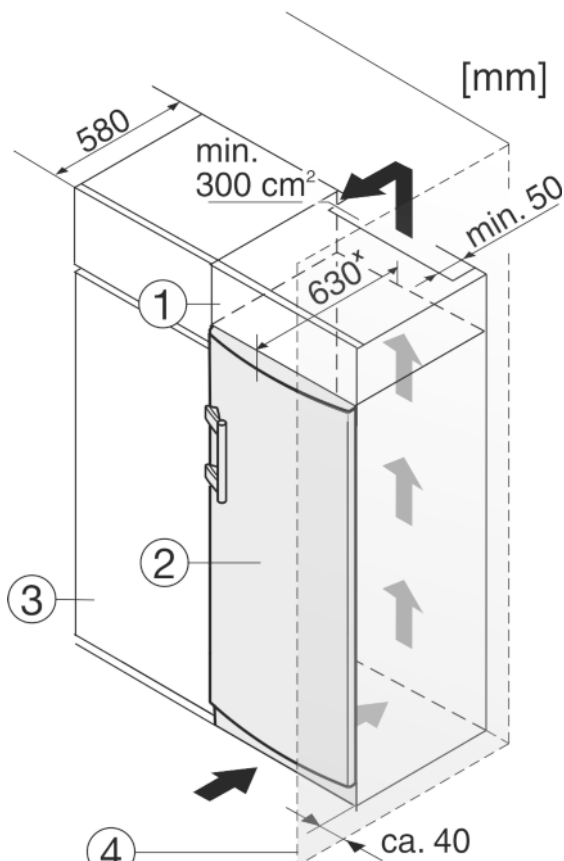

Fig. 10
- (1) Opbouwkast
- (2) Apparaat
- (3) Keukenkast
- (4) Wand
Het apparaat kan in keukenkasten worden ingebouwd. Om het apparaat Fig. 10 (2) aan de hoogte van het keukenblok aan te passen, kan boven het apparaat een opzetkast Fig. 10 (1) worden aangebracht.
Bij een ombouw met keukenkasten (diepte max. 580 mm) kan het apparaat direct naast de keukenkast Fig. 10 (3) worden geplaatst. Het apparaat steekt aan de zijkant 34 mm* en in het midden 50 mm* uit ten opzichte van het keukenkastfront.
Plaatst u het apparaat met de scharnierkant naast een muur Fig. 10 (4), dan moet de afstand tussen apparaat en muur minstens 40 mm bedragen. Dit in verband met het uitsteken van de deurgreep bij een geopende deur.